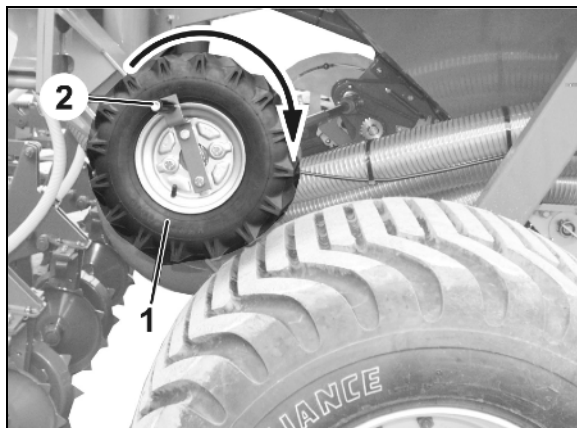

Fig. 83
5. Das Reibrad mit der Abdehkurbel (Fig. 83/1) so lange in Pfeilrichtung drehen, bis alle Kammern der Dosierwalzen mit Saatgut gefüllt sind und ein gleichmäßiger Saatgutstrom in die Abdehwannen fließt.
7. Das Reibrad mit der Abdehkurbel (Fig. 83/1) in Pfeilrichtung drehen.